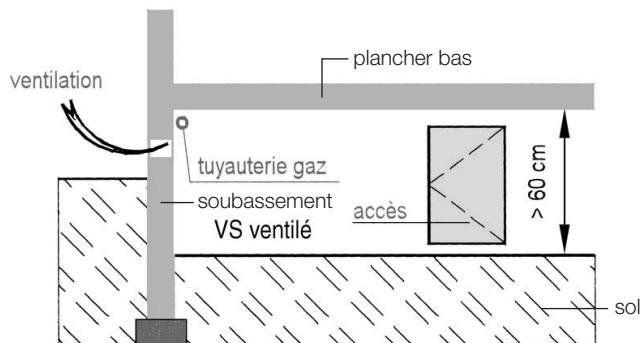

Fig. 1 : Vide sanitaire ventilé
Il est constitué par le volume compris entre la ceinture en murs maçonnés ou soubassement, le plancher à poutrelles précontraintes en partie supérieure et le dessus du sol (fig. 1).
- Une trappe d'accès est nécessaire, soit (fig. 1) :
Cette prescription est impérative en cas de passage de canalisations de gaz (fig. 1).